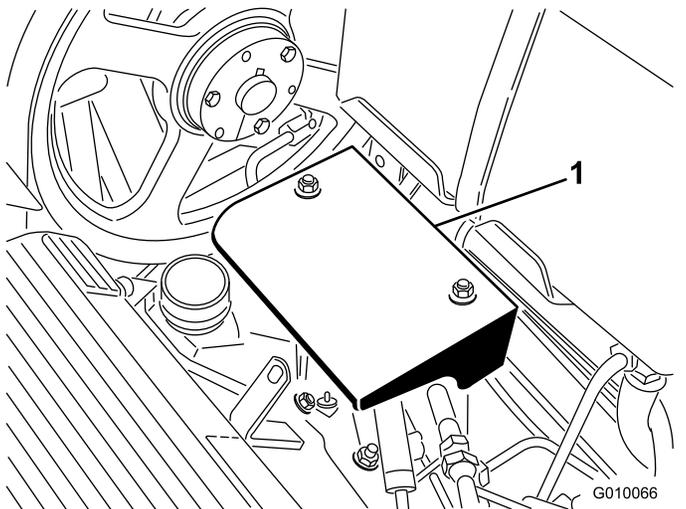

図 58
3. ポンプシールド取り付けナット 2 個を外してシールド外す 図 58。